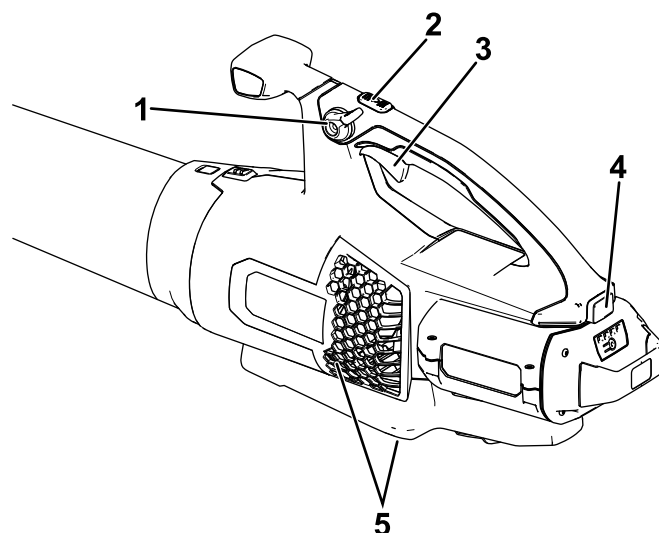

Figura 7
4. Para arrancar el soplador, apriete el gatillo de velocidad variable (Figura 7).
Nota: Active el bloqueo de velocidad para mantener la máquina encendida sin tener que apretar el gatillo de velocidad variable (Figura 7).
Para obtener el máximo rendimiento (velocidad de aire), mantenga pulsado el botón de potencia turbo durante el tiempo deseado (Figura 7).
Para ajustar la velocidad del aire mientras sopla, utilice el gatillo de velocidad variable (Figura 7).
Para mantener la velocidad actual del aire, active el bloqueo de velocidad (Figura 7).
Para apagar el soplador, desactive el bloqueo de velocidad (si lo está usando) y suelte el gatillo de velocidad variable (Figura 7).